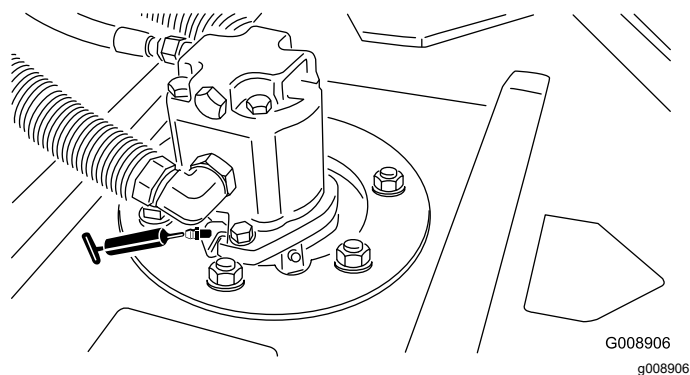

Figure 49
- Roulements d'axes de pivots de plateau de coupe (2 par plateau de coupe) (Figure 49)